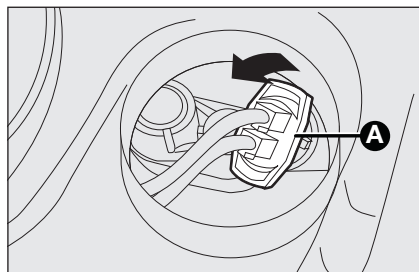

fig. 18
- ☐ tourner la douille **A-fig. 18** dans le sens contraire des aiguilles d'une montre et l'extraire ;